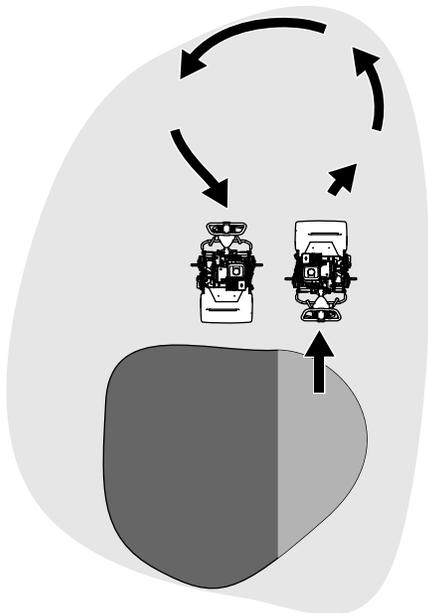

Figura 21
- Gire la máquina fuera del green, elevando el molinete (empujando el manillar hacia abajo) y realizando un giro en forma lágrima sobre el tambor de tracción (Figura 21).
1. Localice la palanca de engranaje de la tracción en la caja de engranajes de la transmisión (Figura 21).